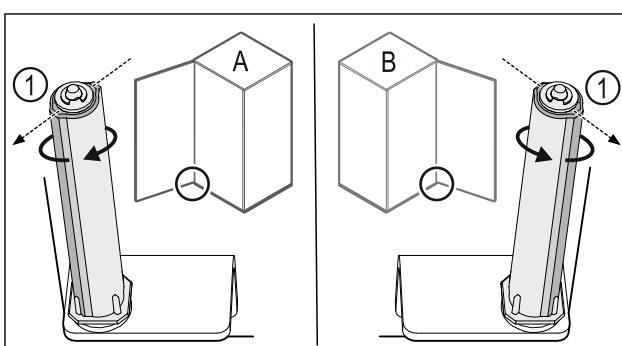

Fig. 50 Okretanje nalijevo (**A**) / okretanje nadesno (**B**)
- ▶ Okrećite sustav zatvaranja do kraja dok lamela sustava zatvaranja Fig. 50 (1) ne bude usmjerena prema van.